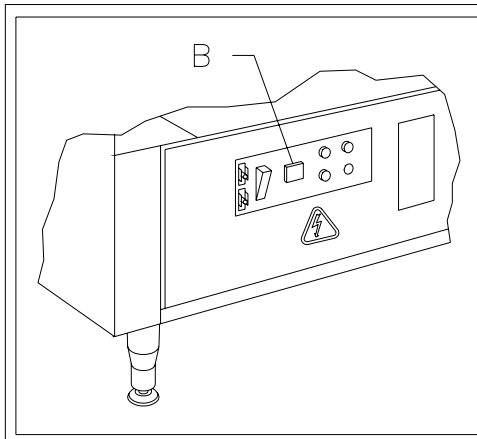

FIG. 6
- b) Girar la columna hasta la posición deseada mediante el pulsador de recarga situado en el cuadro eléctrico (rif.B fig.6).